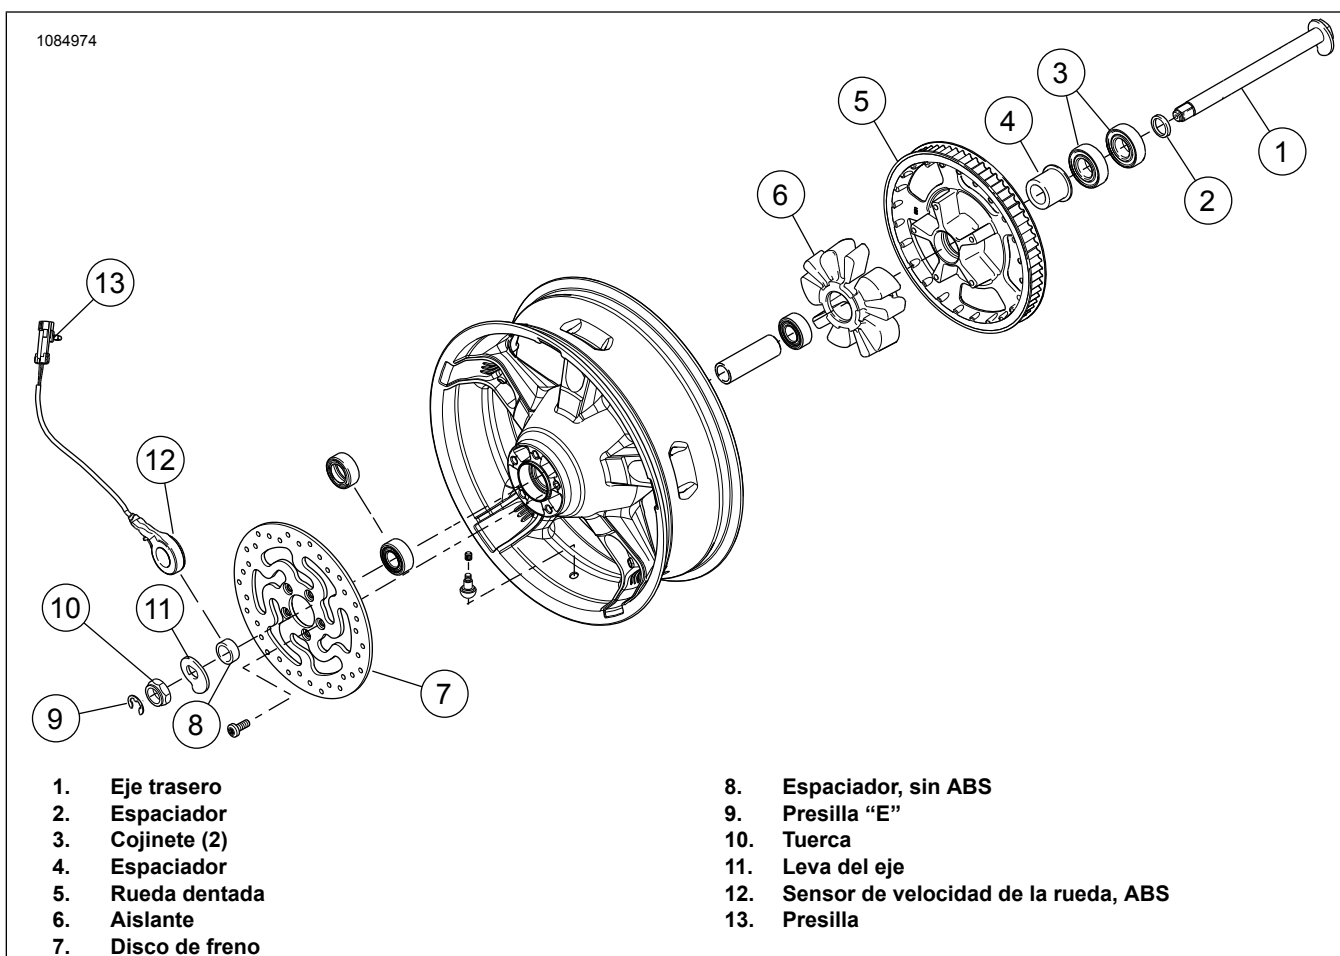

Figura 2. Piezas de la rueda trasera para volver a usar
3. Vea la Figura 2. Extraiga y desarme el conjunto de la rueda trasera existente. Las piezas que se enumeran son las que se necesitan para el rearmado. Vea el manual de servicio.